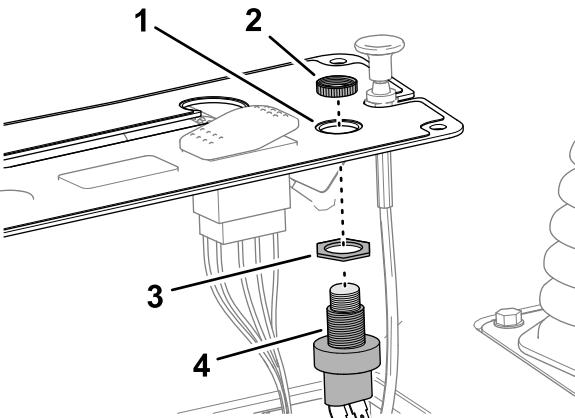

図 16
1. ホーンスイッチのボディにジャムナットを取り付ける図 16。